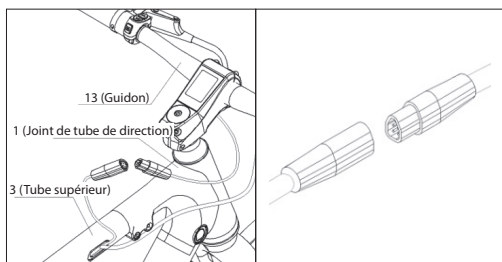
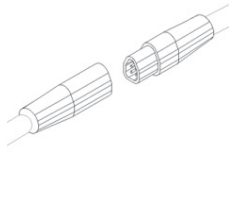

Figure 2-1
Figure 2-2
- Connectez le onduit du capteur d'affichage, comme indiqué dans la **figure 2-1** et la **figure 2-2**.